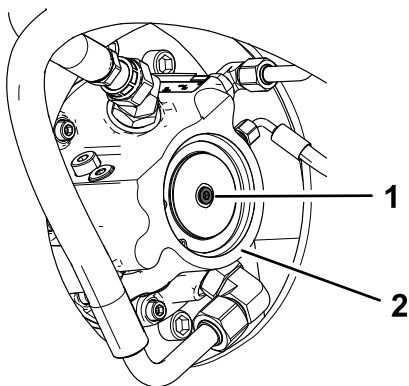

Figure 30
3. Sur chaque moteur d'entraînement, enlevez le bouchon et remplacez-le par une vis (M8-1,25 x 40 mm) et une rondelle (M8 x 16 mm) (Figure 30). Serrez la vis à la main.